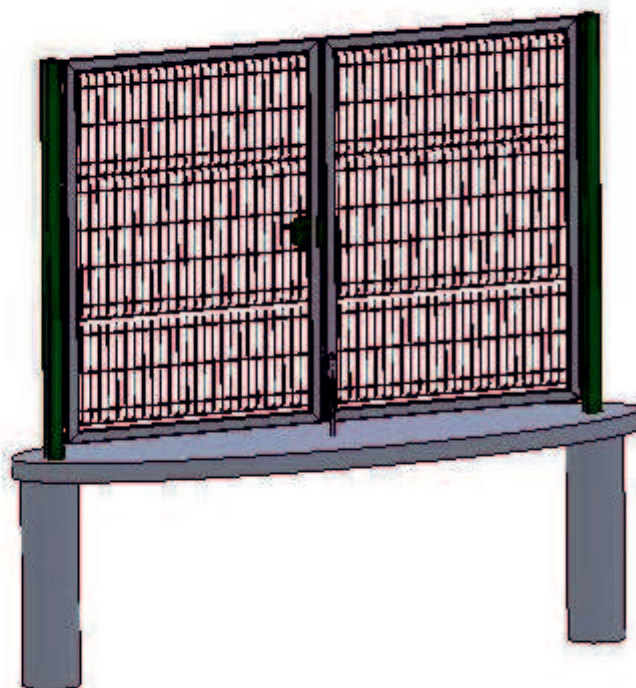

рис.13
- при открытии наружу (рис.13).